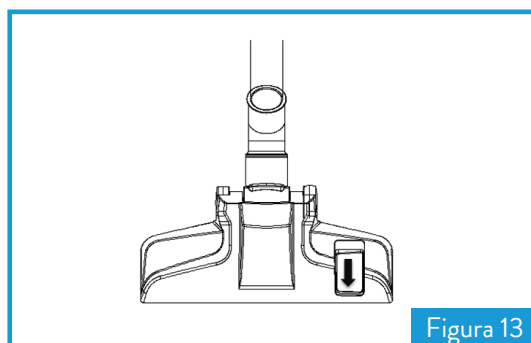

Figura 13
4. Como muestra la figura 13, pise el pedal del cepillo de aspiración nuevamente para que las cerdas queden hacia adentro y pueda limpiar la alfombra.